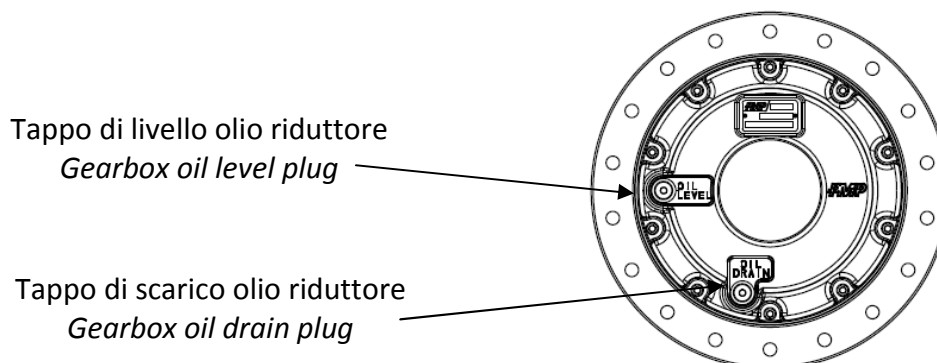

Fig.5b
- **step1:** ruotare il riduttore in modo che il tappo di livello, identificato con la scritta "OIL LEVEL", risulti disposto orizzontalmente (vedi fig.5b). Il tappo di carico, identificato con la scritta "OIL DRAIN" dovrà posizionarsi in basso;
- **step1** rotate the gearbox until the plug level, identify as "OIL LEVEL" is set horizontally (see on fig.5b). The fill plug, identify as "OIL DRAIN", must be on the bottom